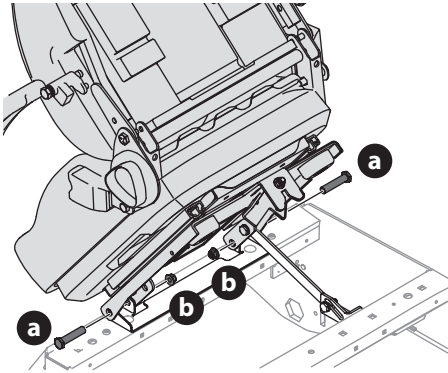

Figura 8
1. Saque las dos tuercas de seguridad bridadas (b) y pernos con reborde (a) de la bolsa del manual (Figura 8).
2. Coloque el asiento en posición y fíjelo con los elementos de ferretería (Figura 8).